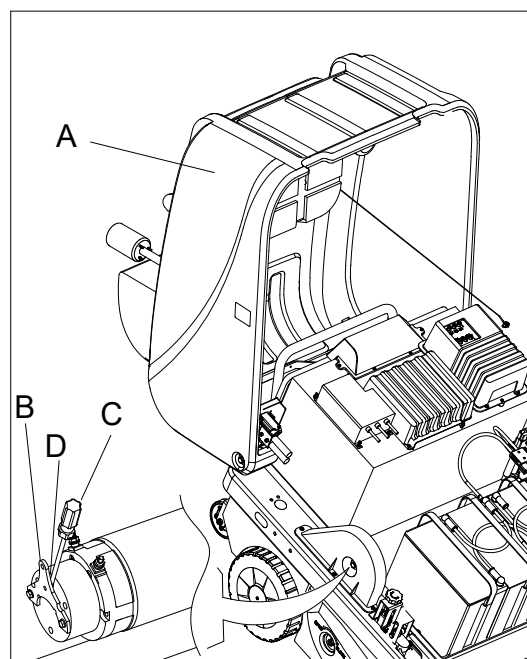

Figure 17
1. Ouvrez le couvercle (A, figure 17).
2. Tirez la poignée du moteur d'entraînement (B, figure 17) vers l'extérieur.
3. Insérez le tournevis (C, figure 17) dans la fente (D, figure 17). Retournez le couvercle, puis la machine peut être poussée ou remorquée.
4. Lorsque la machine est déplacée vers la destination, retirez le tournevis (C, figure 17), puis la machine peut fonctionner normalement.